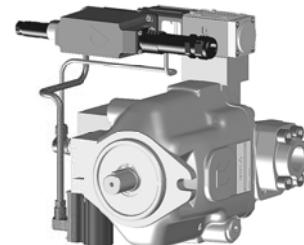

图7
- * 用于变量轴向柱塞泵的新放大器E-RI-PES（见图7）集成了数字压力和流量控制（见以上内容）并带电子最高功率限制功能。液压轴运动时，多套PID参数可以通过12芯插头（对选项/S）或通过-BC或-BP接口（对选项/Z）实时选取，以提高P/Q控制性能。